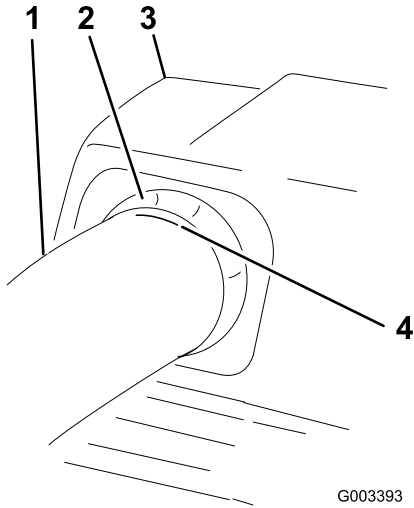

Figure 40
6. Lorsque la distance est correcte, tracez un repère à l'extérieur du tube supérieur à l'endroit où le joint en caoutchouc dépasse (Figure 40).
Vérifiez que le repère de la Figure 40 est à la même position.